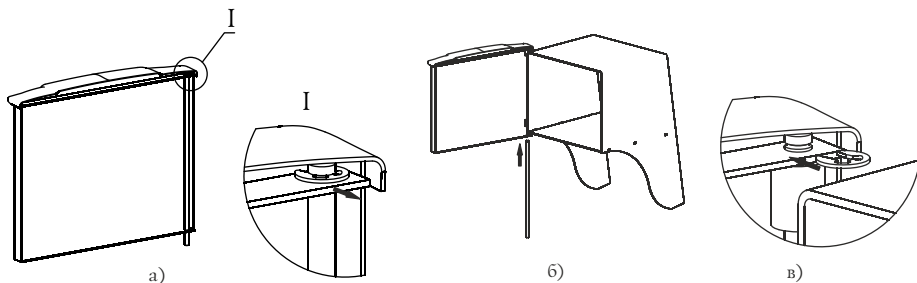

Рисунок 7. Установка дверцы при монтаже печи «Ангара 2012»
1. Извлеките ось из дверцы, предварительно сняв упорную быстросъемную шайбу, рисунок 7.а;
3. Вставьте ось через отверстия снизу вверх, с расположением канавки под шайбу в верхней части оси, рисунок 7.б;
4. Установите упорную быстросъемную шайбу в канавку на оси, рисунок 7.в